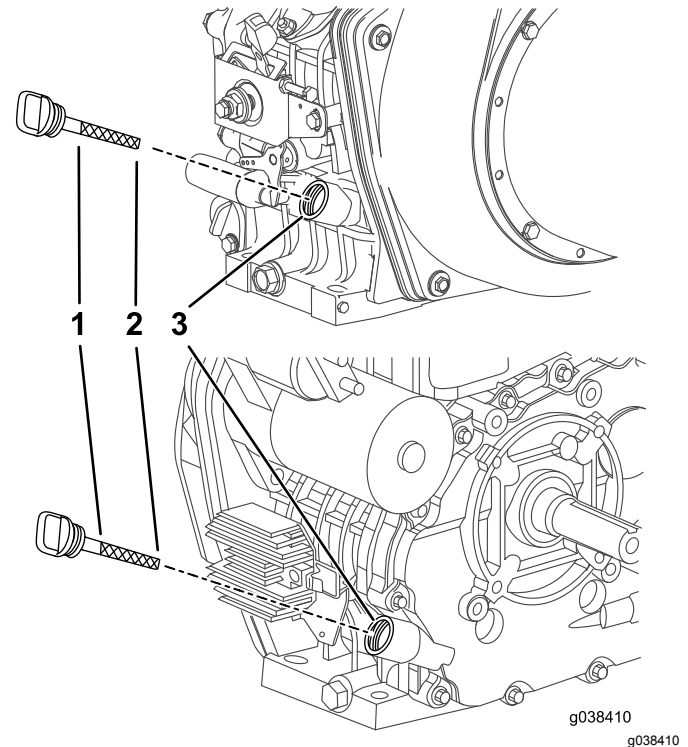

Figura 21
4. Limpie alrededor de la varilla (Figura 21) para impedir que caiga suciedad por el orificio de llenado y cause daños en el motor.
5. Retire la varilla de aceite y limpie el extremo (Figura 21).
7. Retire la varilla (Figura 21) y vierta aceite lentamente en el orificio de llenado hasta que el aceite esté entre los límites superior e inferior de la varilla; consulte Comprobación del nivel de aceite del motor \(página 19\).